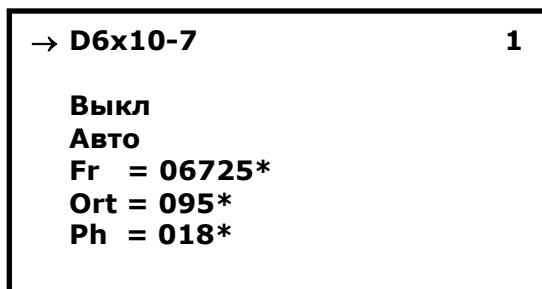

Рис. 31
- «**РЕДАКТОР**» - вход в режим работы с системными настройками датчиков. При нажатии кнопки **[+]**, включается меню настройки датчиков (Рис. 31). В этом меню доступны следующие настройки: